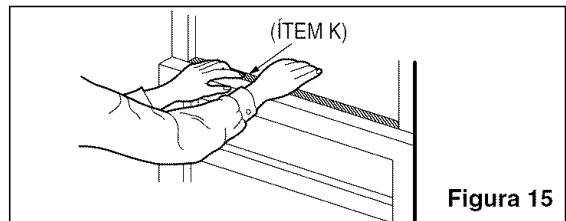

Figura 15
**13** Corte la junta hermética de espuma (ÍTEM K) para que tenga la longitud apropiada e insértela entre el marco superior y el marco inferior de la ventana. (Figura 15)
**14** Ajuste el asa antes de fijar el frente decorativo. (Figura 15)